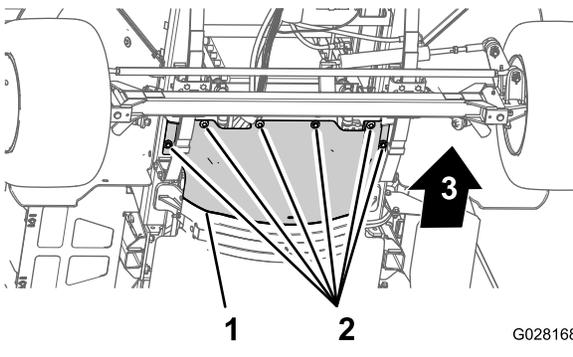

Figura 56
3. Retire os 6 parafusos de cabeça hexagonal e as 6 anilhas que fixam a proteção térmica dianteira ao chassis e retire a proteção (Figura 56).